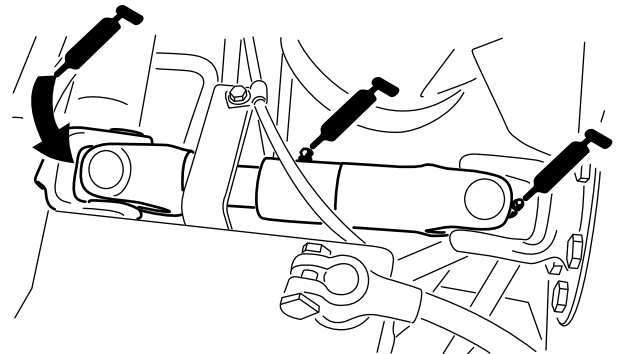

Figura 27
- Junta em U do veio propulsor da bomba (3) (Figura 27)